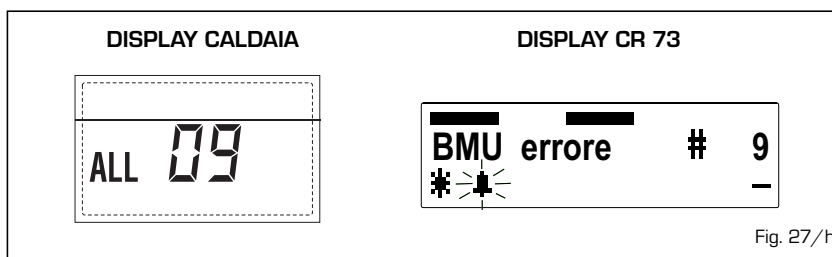

Fig. 27/h
- **ANOMALIA SONDA AUSILIARIA "ALL 10 - # 10"** (fig. 27/i)